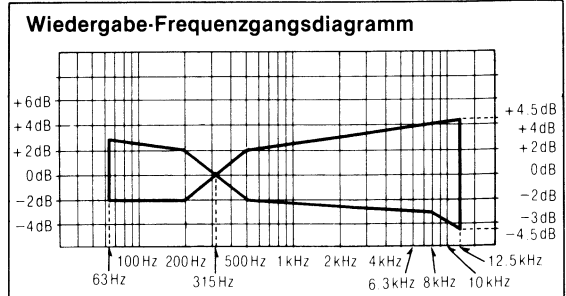

Fig. 8
- Prüfen, ob die gemessenen Werte innerhalb des in der Frequenzgang-Übersicht aufgeführten Bereichs liegen. (Siehe Fig. 8.)